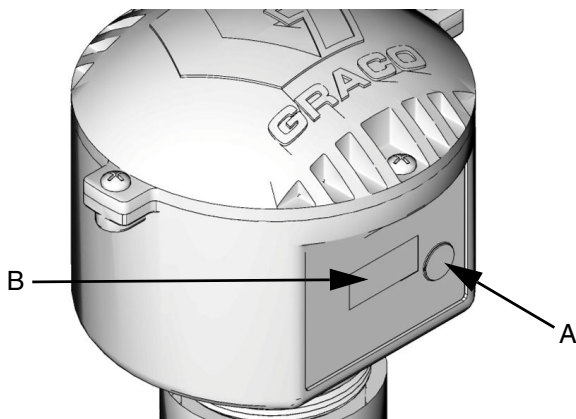

FIG. 8
Appuyez et libérez le bouton Afficher (A). Les données apparaissent dans l'écran (B) ; chaque écran d'une durée de quelques secondes avant de passer au suivant. Voir FIG. 8.